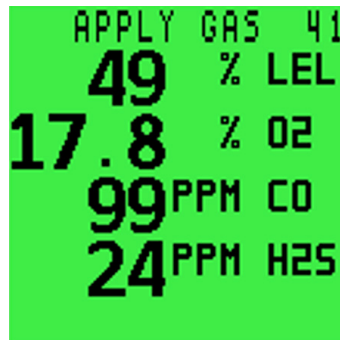

Figure 57: Pantalla APPLY GAS (Aplicar gas)
5. Una vez aplicado el gas, mantenga pulsado el botón derecho para iniciar la calibración. Comenzará la cuenta atrás de 60 segundos (consulte Figure 57: Pantalla APPLY GAS \(Aplicar gas\)). Al cabo de 60 segundos, el detector estará calibrado según los valores predefinidos.